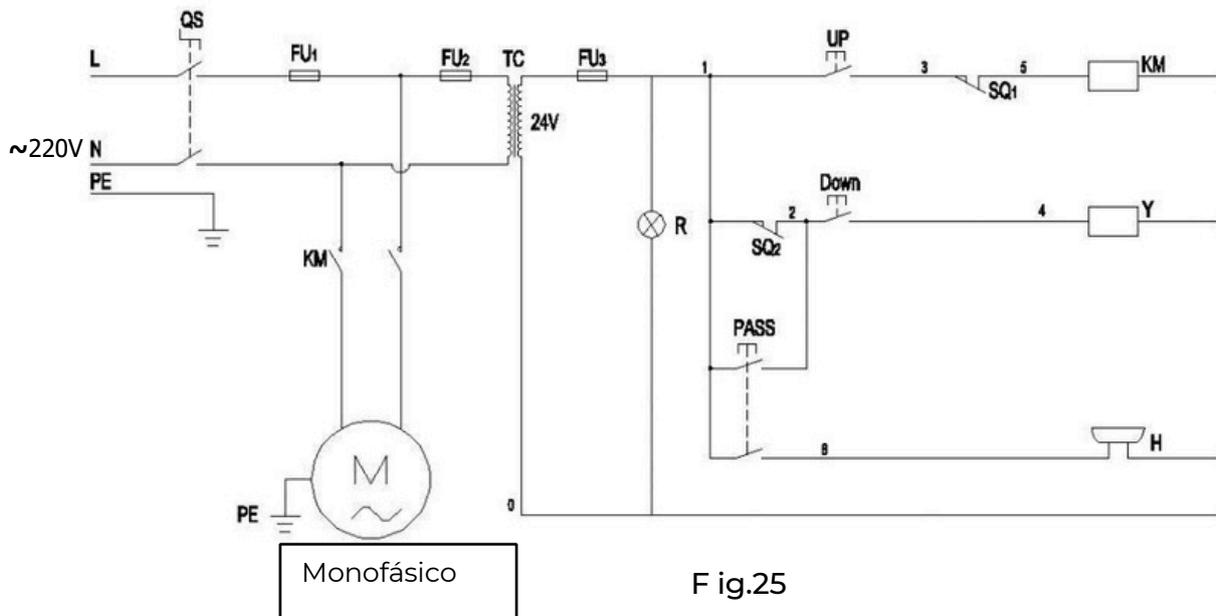

Fig.25
5.2 Diagrama esquemático do circuito monofásico, consulte a fig. 25